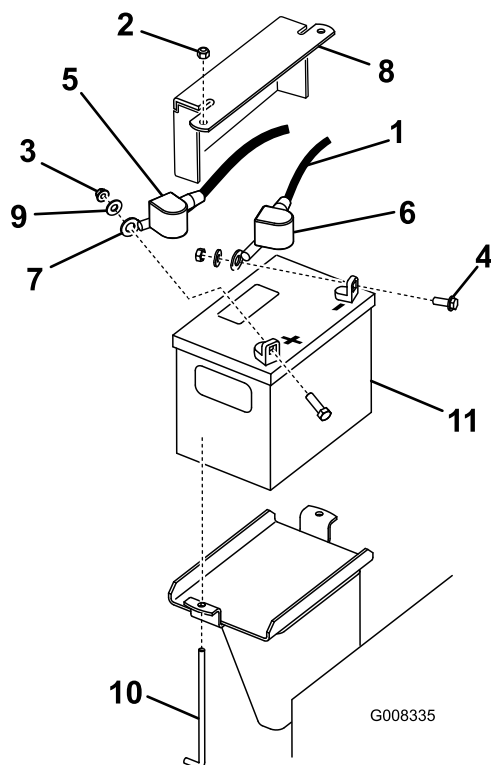

Figura 43
3. Levante la cubierta de goma negra del cable negativo. Desconecte el cable negativo del borne negativo (-) de la batería (Figura 43).
- Retire la cubierta de goma roja del borne positivo (rojo) de la batería. Luego retire el cable positivo (rojo) de la batería (Figura 43).
- Retire la pletina de sujeción, los pernos en J y las contratueras que sujetan la batería (Figura 43), y retire ésta.
- Coloque la batería en la máquina (Figura 43).
- Conecte primero el cable positivo (rojo) al borne positivo (+) de la batería con una tuerca, una arandela y un perno (Figura 43). Deslice la cubierta de goma sobre el borne.
- Luego conecte el cable negativo y el cable de tierra al borne negativo (-) de la batería con una tuerca, una arandela y un perno (Figura 43). Deslice la cubierta de goma sobre el borne.